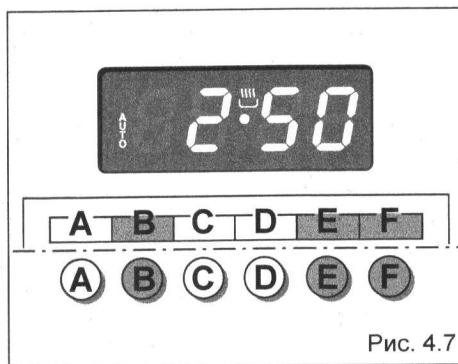

Рис. 4.7
1. Задайте время приготовления, нажав на кнопку "B" а затем на кнопку "F" - для увеличения или на кнопку "E" если вы пропустили нужное время (рис. 4.7).